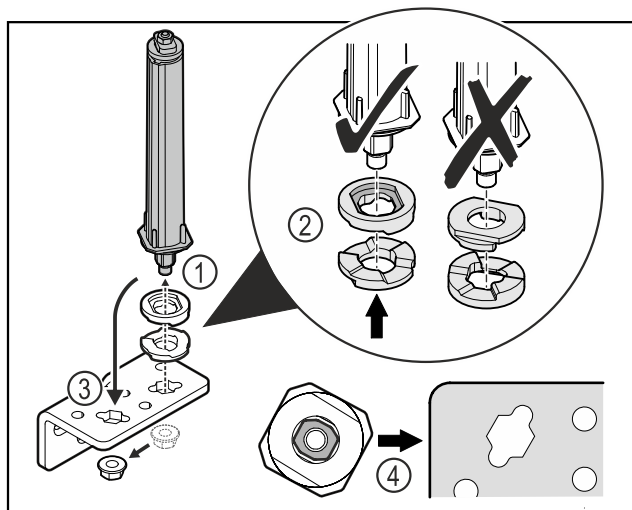

Fig. 23
- ▶ Oldja ki az anyát, és távolítsa el az ajtózáró rendszert Fig. 23 (1).
- ▶ Ügyeljen a magasságállító alátétek helyes beigazítására Fig. 23 (2).
- ▶ Helyezze át az ajtózáró rendszert a zsanéridombban, és rögzítse az anyával Fig. 23 (3).
- ▶ Behelyezéskor ügyeljen az ajtózáró rendszer helyes beigazítására Fig. 23 (4).